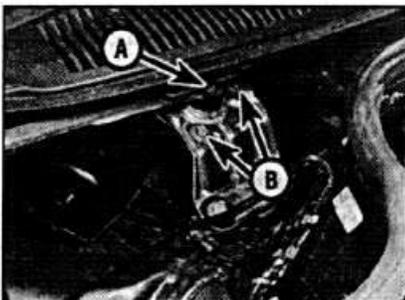

Рис. 12.60. Расположение тяги привода стеклоочистителя (А) и двух болтов крепления двигателя стеклоочистителя к кронштейну (В).
- Отвинтите гайку и снимите тяги с привода стеклоочистителя (см. рис. 12.60).